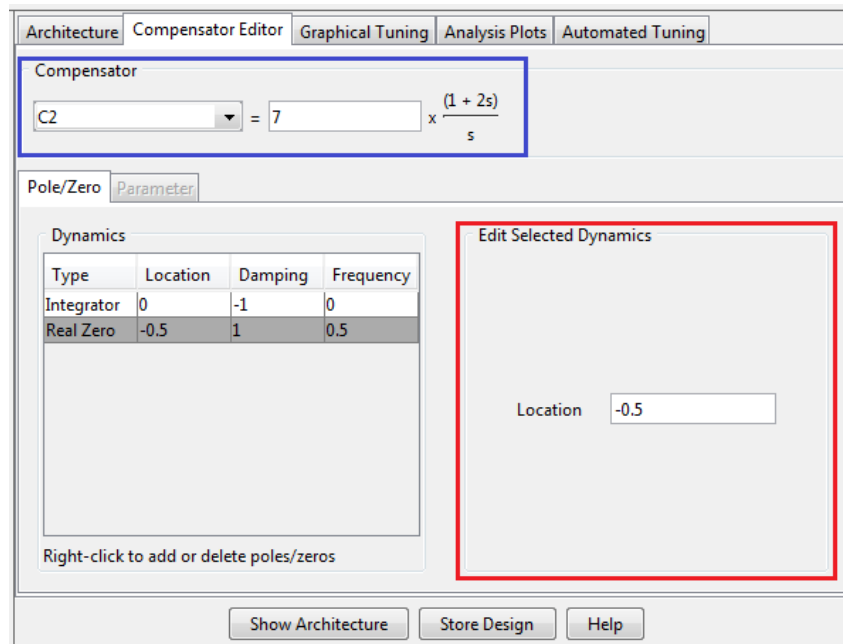
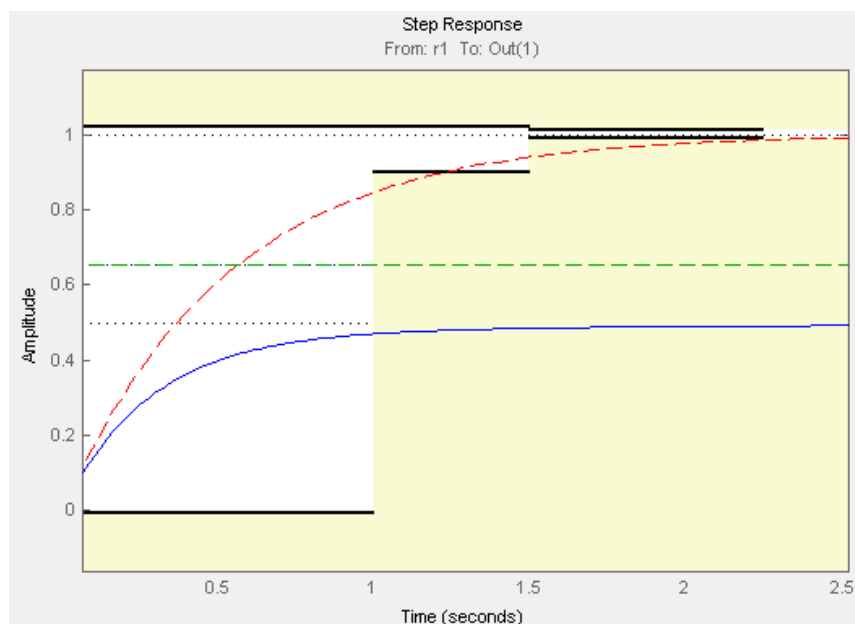

Figura 84. Modificación Posición cero real Velocidad y Posición y resultado sintonización.
Figura 85. Curva resultado Sintonización insertar cero real C2.
- Modifique su localización haciendo click sobre él y pruebe uno a uno valores cercanos al origen hasta encontrar el adecuado. Esto en el recuadro agréguelos en la casilla *location* de color rojo de la Figura 84. para el motor ejemplarizado es 0.5 este valor cercano al origen del cero real
otorga ganancia al sistema y estabilidad. Al hacer pruebas se puede determinar que en muchos casos una vez obtenido un valor efectivo de sintonización, se pueden probar sus múltiplos para afinar la sintonización, obteniendo los resultados del recuadro de color azul de la figura 84 y las curvas resultado de la figura 85, finalizando así el proceso de sintonización en Sisotool.
En la curva resultado de la Figura 85. Se observa una mejoría en la ganancia del sistema así como en los tiempos de estabilización y subida. El sistema es estable aunque tiene problemas con la ganancia.